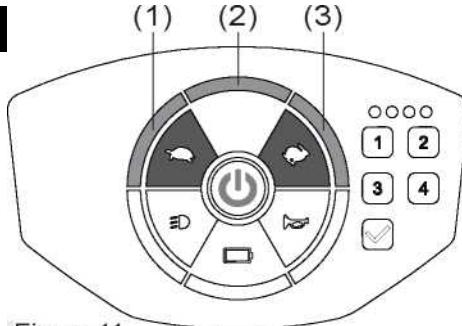

Figure 11
- 3 단계로 속도 조정이 가능합니다. 3이 가장 빠름이고 1이 가장 느림입니다.(Figure 11)